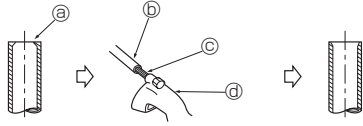

Fig. 5-4
5.2.2. Purseiden poistaminen (Fig. 5-4)